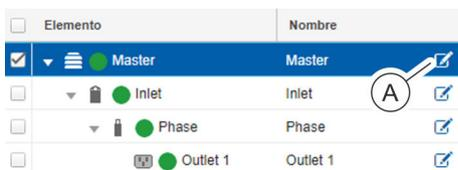

Fig. 98: Seleccionar un elemento
1. → En la columna "Nombre" haga clic en el símbolo del lápiz (Fig. 98/A) situado junto al elemento correspondiente.